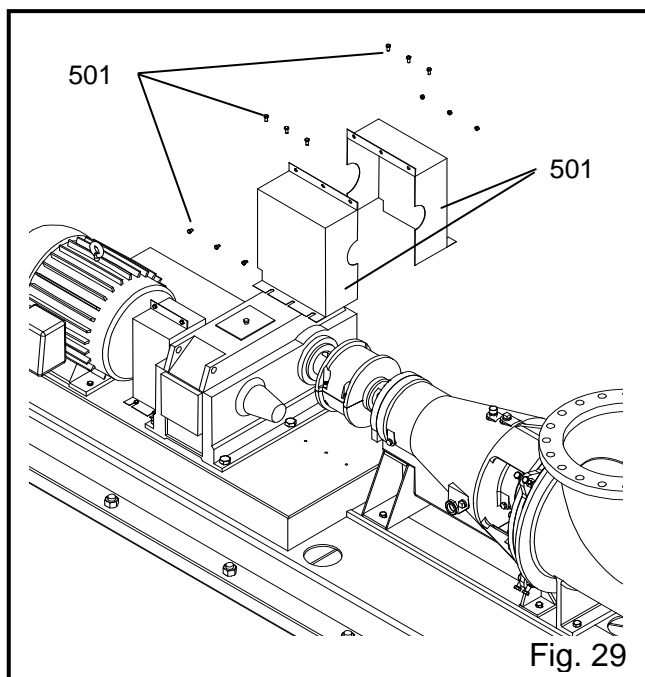

Fig. 29
6. Déposer les vis du protecteur d'accouplement de la pompe et le protecteur (501), voir Fig. 29.